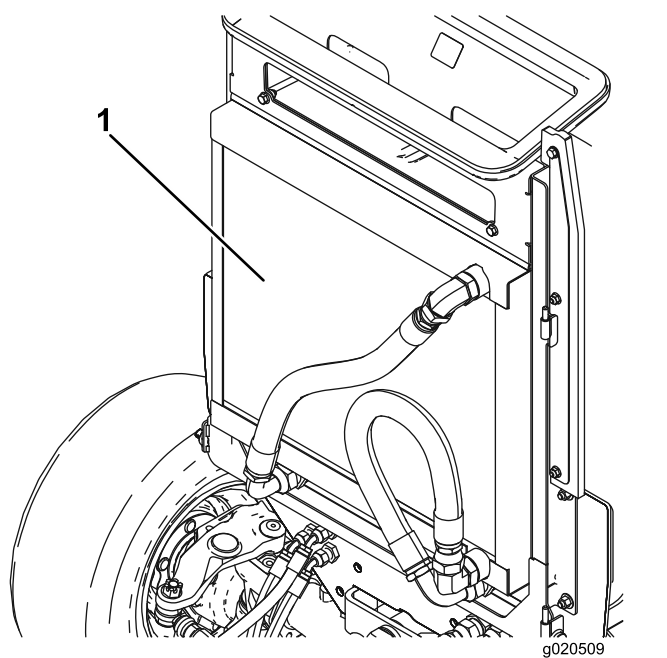

Figura 73
3. Pulite accuratamente entrambi i lati del radiatore dell'olio e del radiatore utilizzando aria compressa (Figura 73). Iniziate dal lato anteriore ed eliminate i detriti spingendoli verso la parte